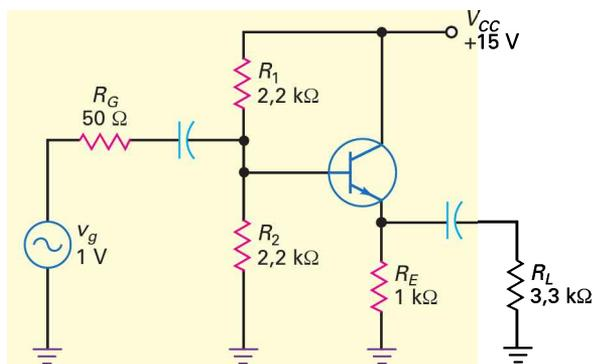

Figure 9.28
- 9.6 D'après la figure 9.28, quelle est l'impédance d'entrée sur la base si $\beta = 200$? L'impédance d'entrée de l'étage ?
- 9.7 Si $\beta = 150$, quelle est la tension d'entrée de l'étage émetteur suiveur de la figure 9.28 ?
- 9.8 Quel est le gain en tension de la figure 9.28 ? Si $\beta = 175$, quelle est la tension AC sur la charge ?
- 9.9 Que vaut la tension d'entrée sur le montage de la figure 9.28 si β évolue de 50 à 300 ?
- 9.10 Toutes les résistances de la figure 9.28 sont doublées. Que devient l'impédance d'entrée de l'étage si $\beta = 150$? La tension d'entrée ?
- 9.14 Que vaut l'impédance de sortie de la figure 9.28 si $\beta = 200$?